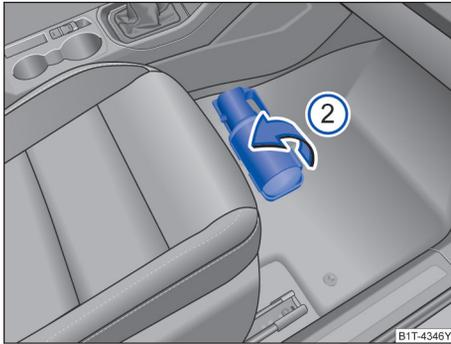

图 192 灭火器支架
- 同时，用手指抓住盖板下沿，沿→ 图 192②方向打开即可。